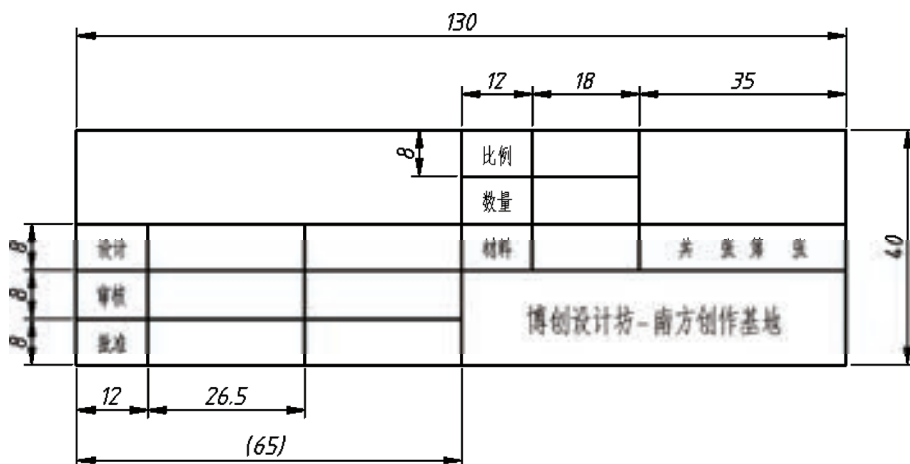

图 6-69 绘制简易标题栏
9) 上机练习：绘制图 6-69 所示的简易标题栏，注意图层的应用。然后创建相关的属性定义，并将属性定义放置在简易标题栏中的相应位置，如图 6-70 所示，然后连同属性定义一起创建成块。一些具体的操作细节及设置由读者自行确定。在随书光盘的“CH6”文件夹中提供了本练习题目的参考文件“上机练习-简易标题栏参考.dwg”。